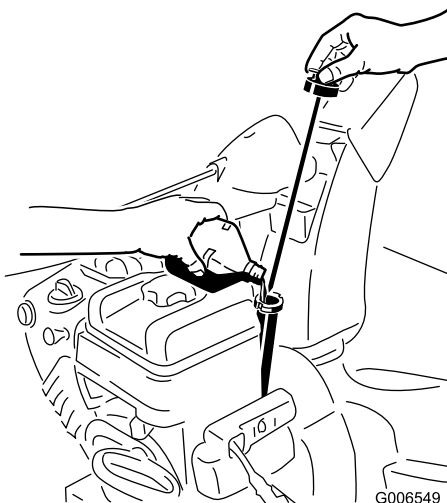

Figura 41
2. Retire la varilla y compruebe el nivel de aceite (Figura 41). Si el nivel de aceite está por debajo de la marca Add (añadir) de la varilla, añada aceite. Consulte Llenado del motor de aceite.